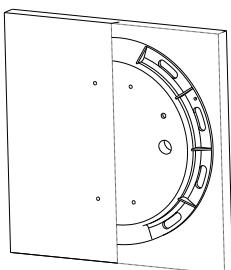

Figuur 3
2. Zorg ervoor dat de spanning 12 V bedraagt en de aansluitkast minstens 120 cm van de rand van het zwembad is verwijderd (figuur 3).
3. Bij installatie moet de bovenkant van de verlichting minstens 45 cm van het wateroppervlak verwijderd zijn (figuur 3).